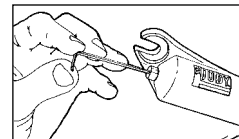

Abb. 3
1. Führen Sie einen 3-mm-Innensechskantschlüssel durch den hohlen Schaftbolzen an der Unterseite des linken Beins (bei Judy SL drehen Sie den roten Knopf an der Außenseite; siehe Abb. 3).